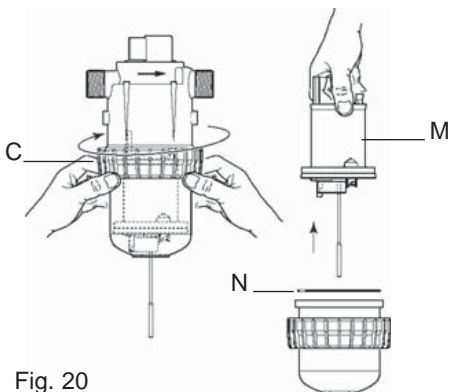

Fig. 20
- Dévisser l'écrou de la partie supérieure à la main (**Fig. 20-C**) et la retirer.
- Sortir l'ensemble piston moteur (**Fig. 20-M**) en tirant vers le haut.
- Changer, remonter l'ensemble. Pour cela, étape ①, positionner le moteur partiellement dans la partie inférieure, étape ② puis en position intermédiaire dans la partie supérieure en prenant garde de ne pas abîmer le joint d'étanchéité (**Fig. 20-N**).
- Etape ③, Visser l'écrou **à la main**.
- Assembler l'ensemble, puis remonter la partie dosage en ayant au préalable nettoyé ou remplacé le joint d'étanchéité (**Fig. 20-N**).